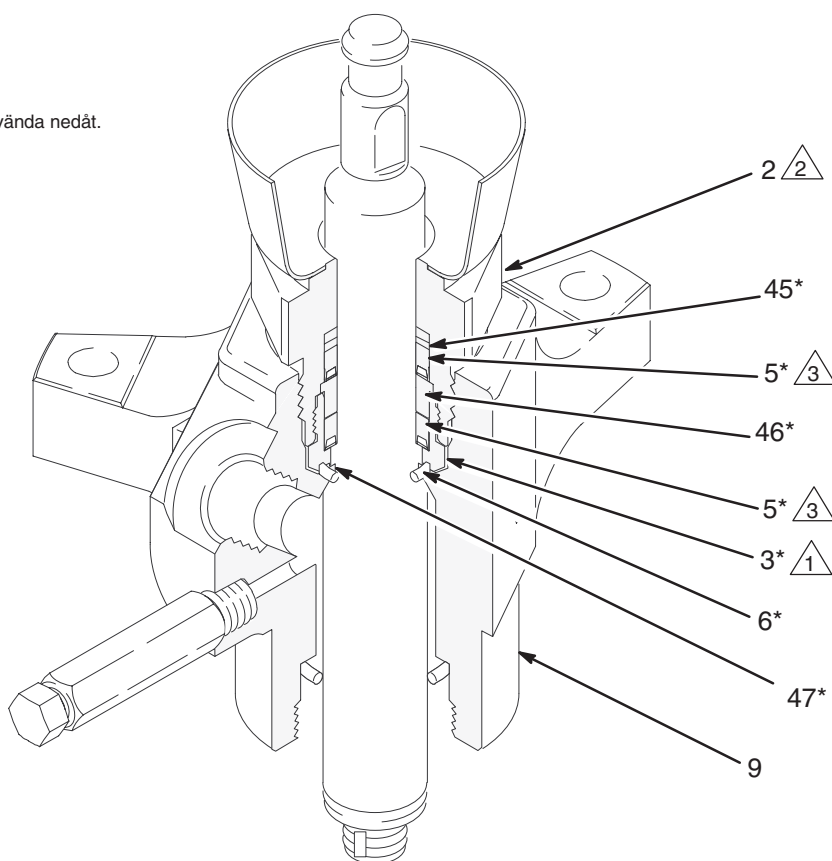

Fig. 3
2. Se Fig. 3. Lossa tätmuttern (2) med en rörtång. Ta bort o-ringen (6) och brickan (47) från underdelen av tätningshuset (3) eller från utloppshuset (9).
3. Spänn fast de plana ytorna på tätmuttern (2) i ett skruvstycke. Lossa tätningshuset (3) och kasta det och tätningarna. Ta bort brickan (46), tätningen (5) och stödbrickan (45) från tätmuttern.
4. Halstätningssatsen är förmonterad. Skruva in den i tätmuttern (2). Kontrollera att stödbrickan (45*), tätningen (5*) och brickan (46*) är rätt monterade överst på tätningshuset (3*) med läpparna på tätningen vända nedåt. Dra åt tätningshuset (3*) till moment 97–106 N.m. Se Fig. 3.
6. Skruva i tätningsmuttern (2) i utloppshuset (9). Dra åt till moment 190–217 N.m.
- △2 Halstättningar (se Fig. 3).